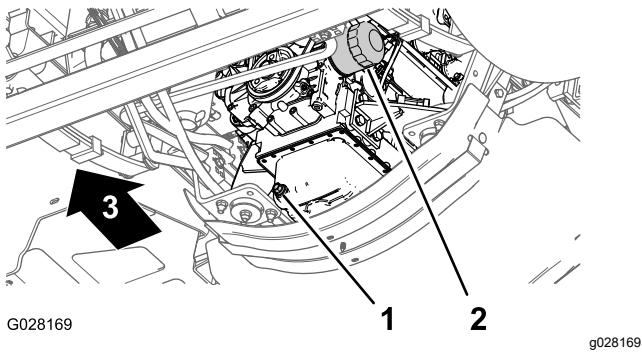

图 79
3. 在机油滤清器下放一个放油盘图 79。
4. 拆下旧机油滤芯 图 79。
8. 将机油滤清器安装到滤清器安装座上顺时针旋转机油滤清器直至橡胶垫片接触到滤清器安装座然后再将滤清器拧紧 $\frac{1}{2}$ 圈 图 79。
1. 对齐排放塞下的排放盘 图 79。
2. 拔掉排油塞 (图 79) 让机油完全排出。